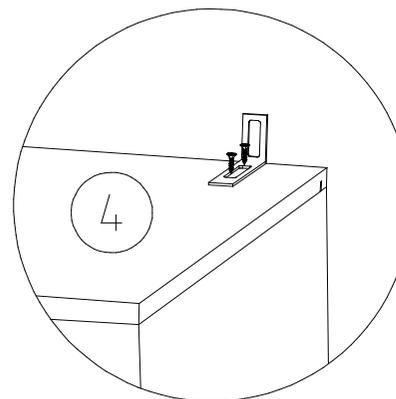

Рис.10 Схема установки уголка Овербаланс
23. Закрепить на стенке горизонтальной поз.4 уголки Овербаланс шурупами 3,5x16. Закрепить шкаф к стене (крепёж к стене в фурнитуру не входит). (рис.10).